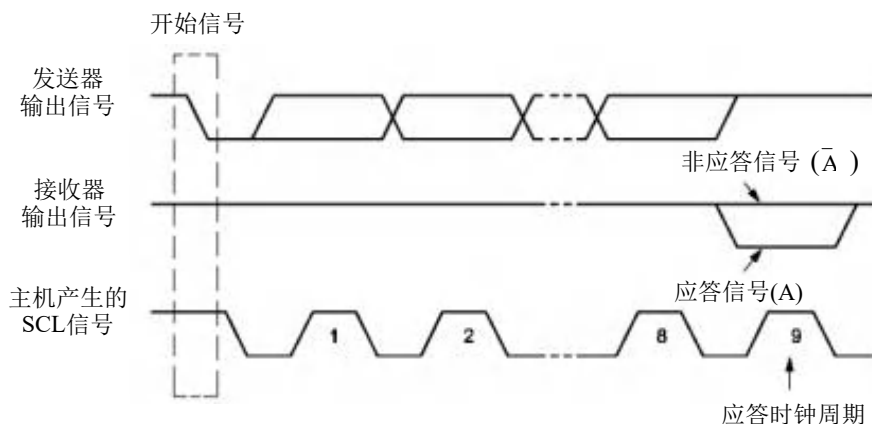

Figure 15-5 IIC 总线的应答信号
到与另一个从机通信。如 Figure15-5 所示，当 SCL 为高电平时，SDA 由高电平向低电平跳变，产生重新开始信号，它的本质就是一个开始信号。
应答信号 (A)：接收数据的 IIC 在接收到 8 位数据后，向发送数据的 IC 发出的特定的低电平脉冲。每一个数据字节后面都要跟一位应答信号，表示已收到数据。应答信号在第 9 个时钟周期出现，这时发送器必须在这一时钟位上释放数据线，由接收设备拉低 SDA 电平来产生应答信号，由接收设备保持 SDA 的高电平来产生非应答信号 ($\bar{A}$)，如 Figure15-5 所示。所以，一个完整的字节数据传输需要 9 个时钟脉冲。如果从机作为接收方向主机发送非应答信号，这样，主机方就认为此次数据传输失败；如果是主机作为接收方，在从机发送器发送完一个字节数据后，发送了非应答信号，从机就认为数据传输结束，并释放 SDA 线。不论是以上哪种情况都会终止数据传输，这时，主机或是产生停止信号释放总线，或是产生重新开始信号，开始一次新的通信。开始信号、重新开始信号和停止信号都是由主控制器产生，应答信号由接收器产生，总线上带有 IIC 总线接口的器件很容易检测到这些信号。